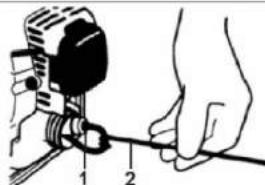

Fig.PP17
5. Utilice un cable de gancho para extraer el filtro de combustible del interior del depósito de combustible (Véase la Fig.PP17).